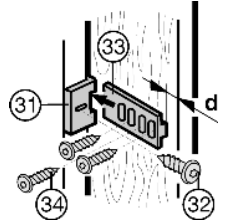

Fig. 19
- ▶ Türkopplungsteil Fig. 19 (31) mit Schraube Fig. 19 (32) montieren, dabei Position des Griffs beachten. Bei ganz geöffneter Tür:
- ▶ Türkopplungsschiene Fig. 19 (33) einschieben und an die Möbeltür mit Schrauben Fig. 19 (34) anschrauben. Dabei Abstand d (Wandstärke des Küchenschrank) einhalten.